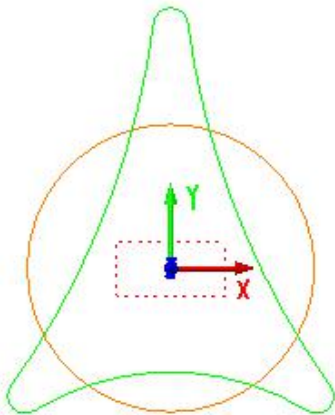
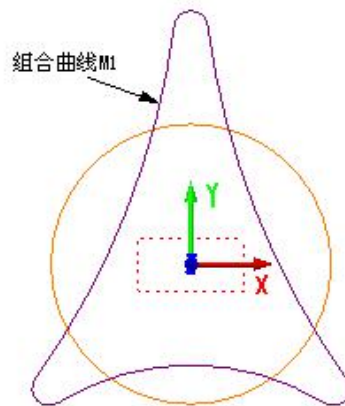

图 3-17 曲线组合
图 3-18 组合曲线 M1
11、曲线组合 M1：点击“【曲线编辑(C)】->【曲线组合(P)】”菜单项，依次图 3-17 绿色标示曲线(包括圆弧 A1、A2、A3 和圆裁剪后的部分)，生成 1 条组合曲线 M1，如图 3-18 所示；